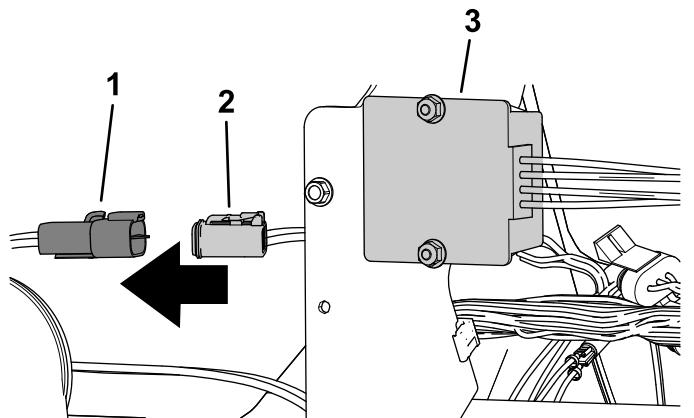

Bild 7
5. Schließen Sie den 4-Stift-Stecker am Kabelbaum des drahtlosen Betriebsstundenzählers am 4-Buchsen-Stecker am Hauptkabelbaum der Maschine an (**Bild 7**).